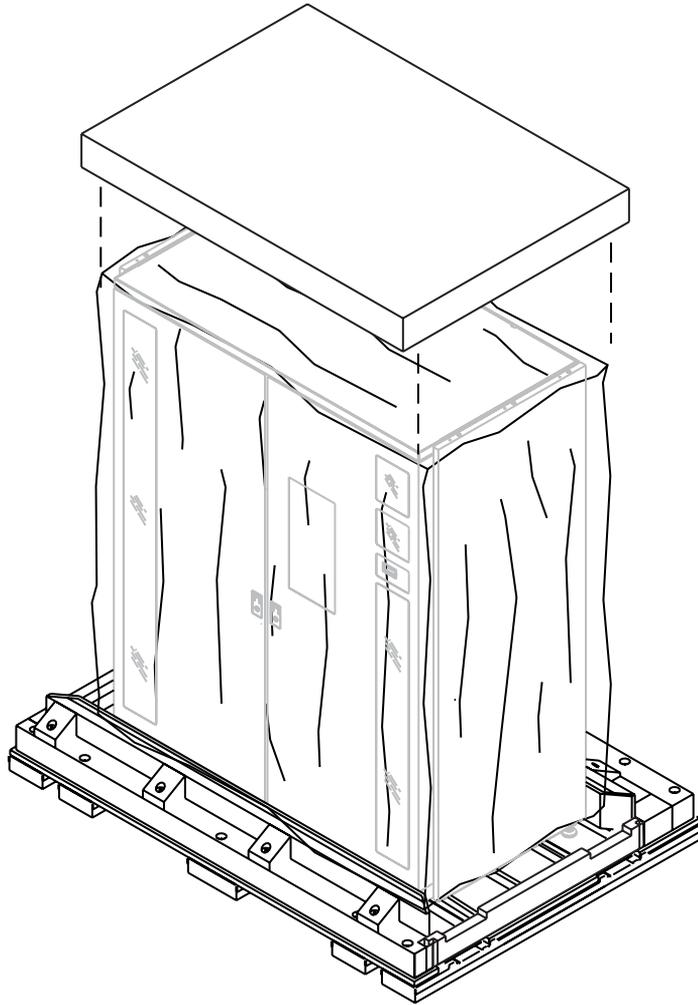

Figura 4-5: Quitar la cubierta de espuma
9. Levante la cubierta de espuma y quítela de la biblioteca (consulte la Figura 4-5).